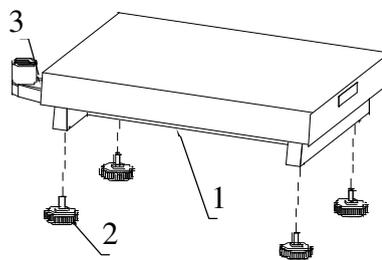

Рисунок 4
а) вкрутити чотири регулюючі ніжки (2) в чотири отвори з різьбою, які знаходяться на днищі вантажоприймальної платформи (1). За допомогою регулюючих ніжок виставити вантажоприймальну платформу так, щоб вона прийняла горизонтальне непохитне положення. А за наявності пристрою установлення за рівнем, виставити вантажоприймальну платформу за рівнем (3) так, щоб бульбашка повітря розмістилася в центрі пристрою установлення за рівнем (дивись рисунок 4);